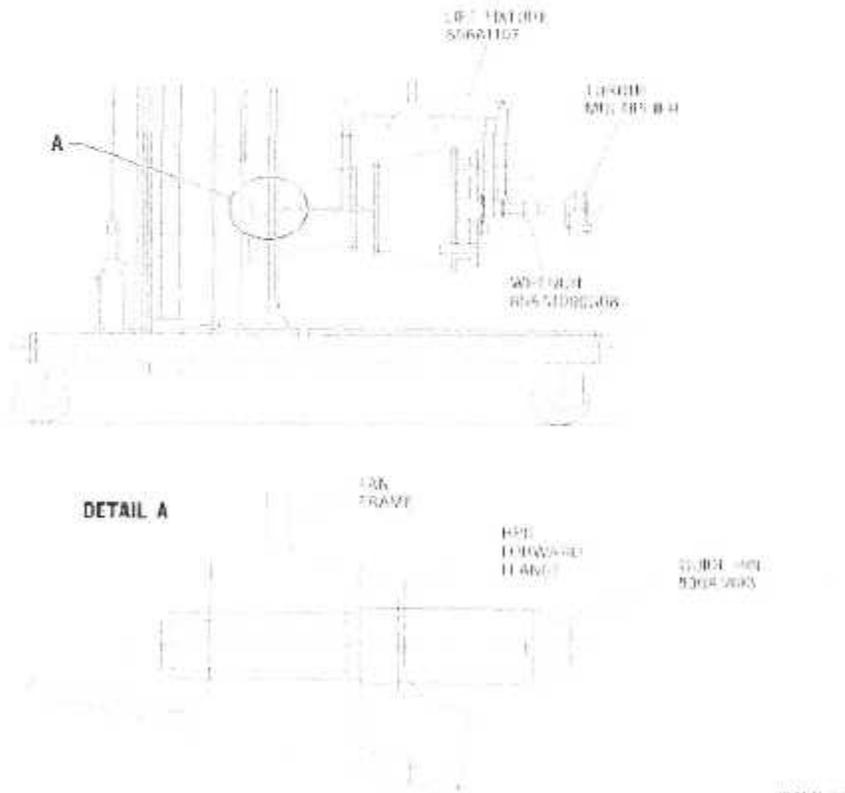

Fig. III .60 : Installation du Guide Pin 856A1803G01 sur la Bride du Carter Arrière.
9. on installe les trois axes de l'axe de Guidage, 856A1803G01 à 120 degrés chacun, dans/ sur la flasque du carter arrière, sur l'interface du HPC stator avant. (fig.III.60).
- a. On tire le tube de couple (6) arrière approximativement 2.0 inches (51 mm) et on tourne le foot actuation knob (7) a mi-chemin pour sortir le torquing feet (14) (fig. III.60).
- g. On ajuste le centre de gravité sur La Poutre de Levage à approximativement 8.375 inches (212,73 mm) afin que le module Major Core reste au niveau pendant le désassemblage. On met de la tension sur le Palan pour tenir le poids du module (fig. III. 60).
- h. On tourne le Multiplicateur de Torsion. On utilise la Clé Dynamométrique à 0.75 inches (19,1 mm) on commande la Clé à rochet. pour défaire l'écrou de blocage du roulement No. 3, on tourne le tube de Torsion « cw ». (fig. III. 60).
- j. On retire la Clé Dynamométrique et le Multiplicateur de Torsion (fig. III. 60).
Cette procédure donne les constructions pour préparer le module Majeur Core (fig. III.60) au démontage.